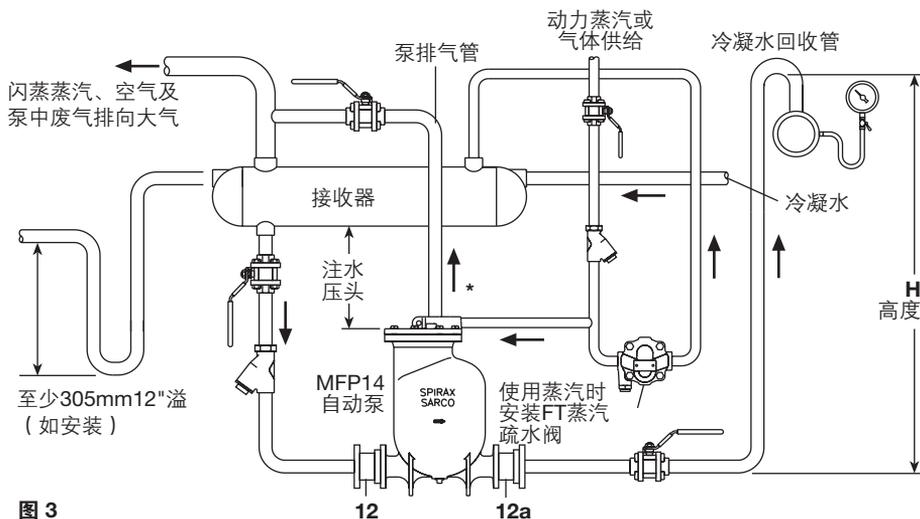

图 3
- 1、泵安装于需排水设备的下方,并保持排气口垂直向上。安装时泵应保证所有建议的注水压头（泵顶部于蓄水槽底部间的垂直距离）。见图3。如注水压头变化,则需参考泵的容量表。
- 2、为防止在泵排水时设备溢水,在泵的上方应水平的安装一个通向大气的储水罐或储水管。见图3。参考表1和表2选择正确的储水罐尺寸。所有进口管必须为全通口径。
在注水压头上方,必须有足够的储水空间来接受冷凝水。储水罐可以是一根粗大的管子或水槽。通常应按图3安装溢流管并引至合适的排水沟。溢流管紧靠储水罐后,并且至少305mm的U型水封。